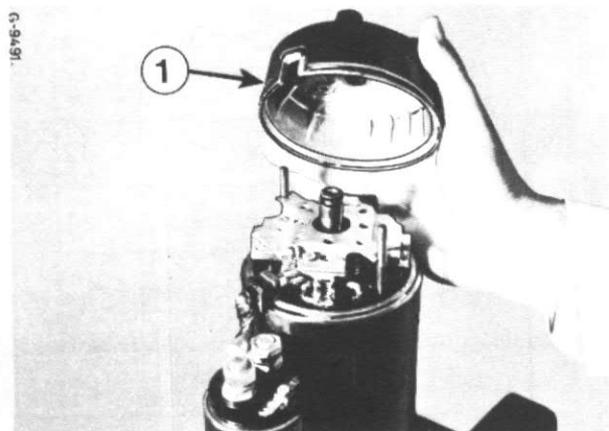

Figure 32
Démontez le couvercle (1), fig. 32.